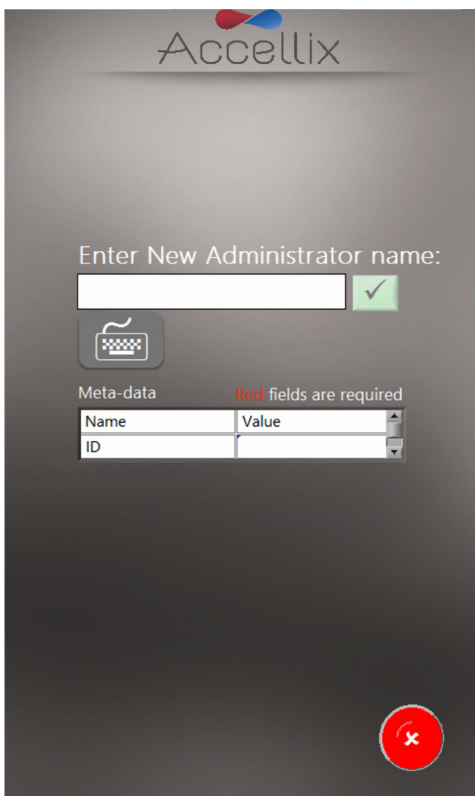

图 11：添加用户屏幕
1. 轻触 **Add**（添加）图标 。 **Add User**（添加用户）屏幕 (图 11) 随即显示：